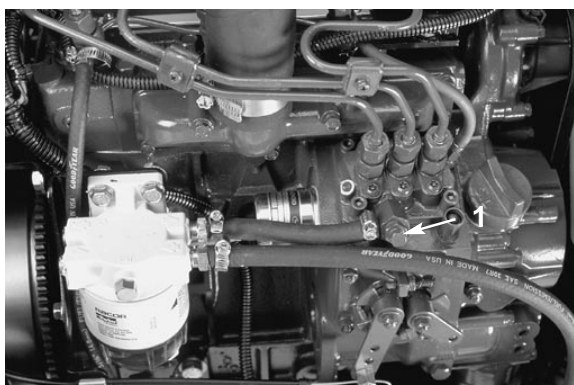

Bild 12
ENTLÜFTEN DER KRAFTSTOFFANLAGE (Bild 12)
3. Brechen Sie die Entlüftungsschraube an der Kraftstoffeinspritzpumpe auf (Bild 12).